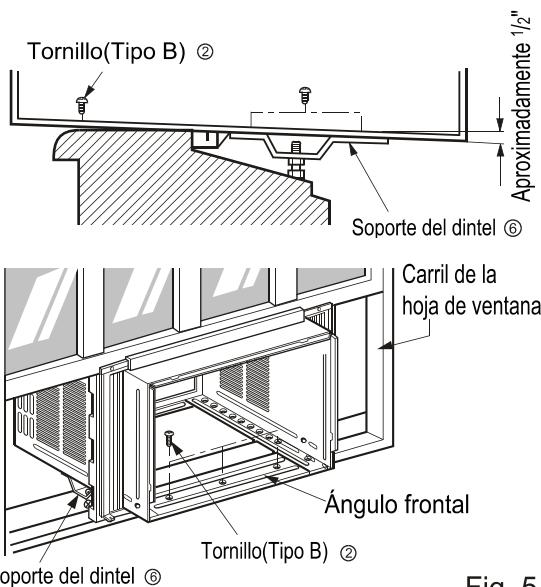

Fig. 5
- Introduzca las guías de los inferiores en la parte inferior de la carcasa con la parte delantera de la guía del marco enfocada hacia la parte delantera de la carcasa. FIG.5
- Inserte el marco de la cortina en la guía superior las guías del marco FIG.5
- Fije las cortinas a la unidad con 4 tornillos tipo A FIG.5
GUÍA DEL INFERIOR © Fig. 5
6. El gabinete debe ser instalado con una ligera inclinación (aproximadamente 1/2") de modo que el lado externo quede hacia abajo (ver Fig. 5) Ajuste el perno y la tuerca del soporte al dintel ⑥ para equilibrar el gabinete.
7. Agregue el gabinete al asiento de la ventana colocando los tornillos ② (Tipo B : Largo 16mm 5/8 - pulgadas - abajo.) a través del ángulo frontal en el asiento de la ventana.
8. Tire cada marco de la cortina ⑤ completamente para cada carril de hoja de ventana y repita el paso 2.
9. Agregue cada marco de la cortina ⑤ de la hoja de la ventana usando tornillos ③ (Tipo C)